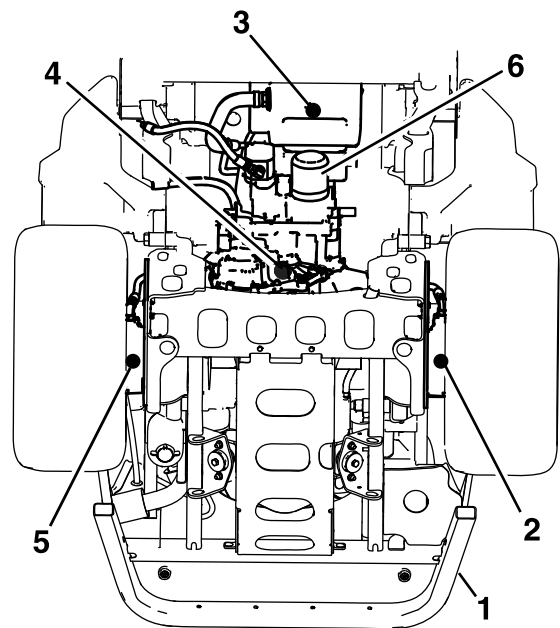

Figura 71
4. Coloque un recipiente de vaciado grande debajo del depósito de fluido hidráulico, el alojamiento de la transmisión y los motores de rueda izquierdo y derecho (Figura 71).
5. Retire los tapones de vaciado de cada zona y deje que se drene el fluido hidráulico (Figura 71).
6. Limpie la zona alrededor del filtro de fluido hidráulico y retire el filtro (Figura 71).